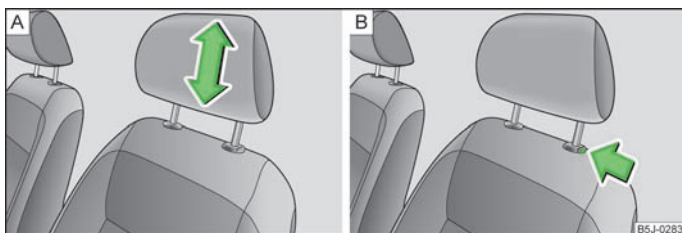

Fig. 35 Reposacabezas. Ajustar/desmontar
- Coger el reposacabezas por los lados con las dos manos y tirar a discreción de él hacia arriba » fig. 35 - A.
- Si se desea desplazar el reposacabezas hacia abajo, pulsar y mantener pulsada la tecla de seguro » fig. 35 - B con una mano, y con la otra mano el desplazar el reposacabezas hacia abajo.
- Pulsar la tecla del seguro en el sentido de la flecha » fig. 35 - B y extraer el reposacabezas.